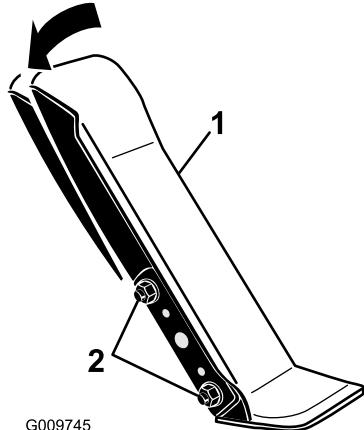

図 102
- 走行ペダルの左側をブラケットに固定しているナットとボルト各2をゆるめる図 102。
- 走行ペダルを希望の角度に調整し、ナットで固定する図 102。